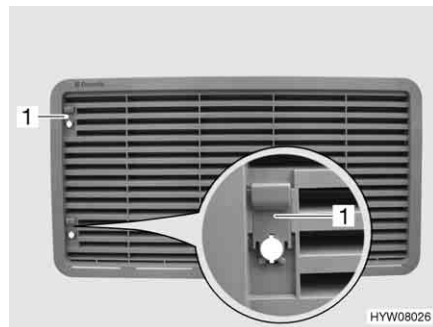

Bild 190 Kylskåpets ventilationsgaller (med spjäll)
- Skjut upp spjället (Bild 190,1).